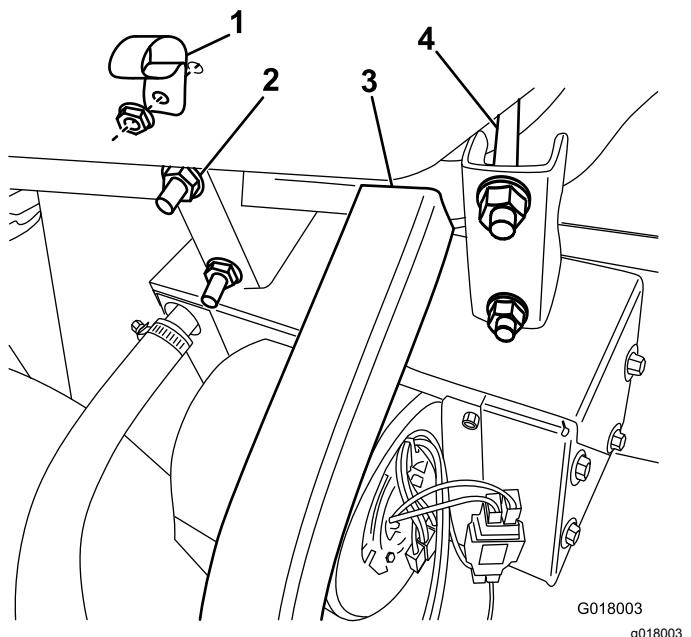

Figure 22
3. Fixez le chauffage et son support au tube de cadre avant, bien en appui contre le cadre en U, à l'aide des étriers filetés et des écrous à embase fournis (Figure 22).
4. Fixez le collier en R à la boîte à gants avec un boulon à embase et un écrou (Figure 22).